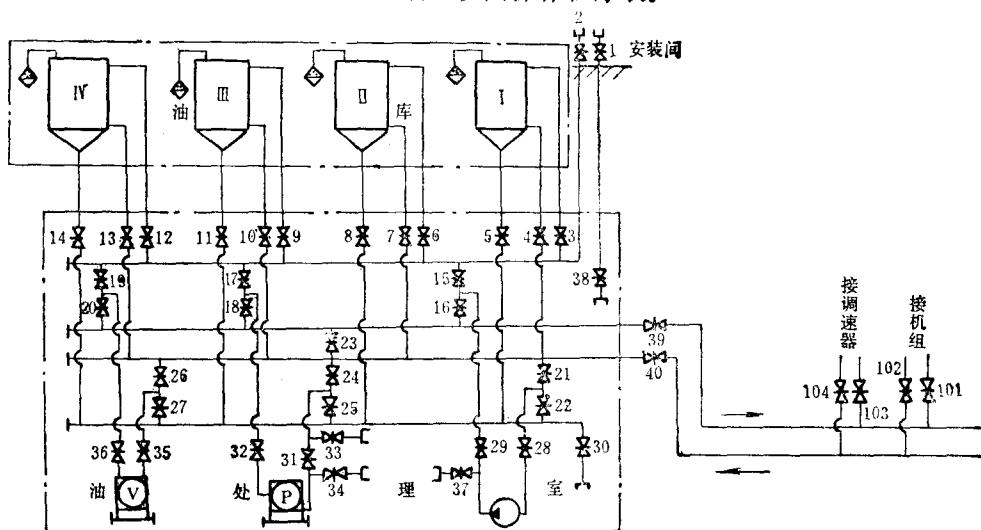

图 2-3 混流式机组油系统图
5. 试编写图2-3所示混流式机组油系统图操作程序表。
答：将图 2-3 混流式机组油系统图中的阀门编号，如图所示。根据运行需要，编写其操作程序，如表2-1所示。